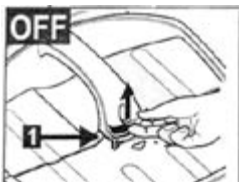

Fig 10
Colocar la corredera (1) hacia arriba (Fig 10)